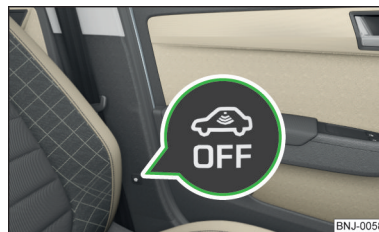

Рис. 36
- ▶ Натисніть кнопку  на середній стійці з боку водія » Рис. 36, у кнопки загоряється символ .